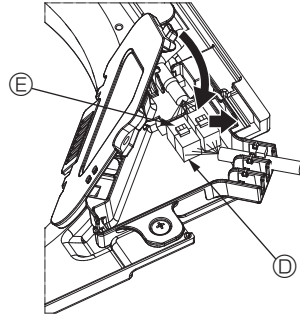

Fig. 10-9
- ③ Konektör kutusu kapağını kapatın. Konektör kutusu kapağını kapatırken, ok ile gösterilen yönde kapağı kaydırın ve çıkıntının sıkıca yerleştiğinden emin olun. (Fig. 10-9)